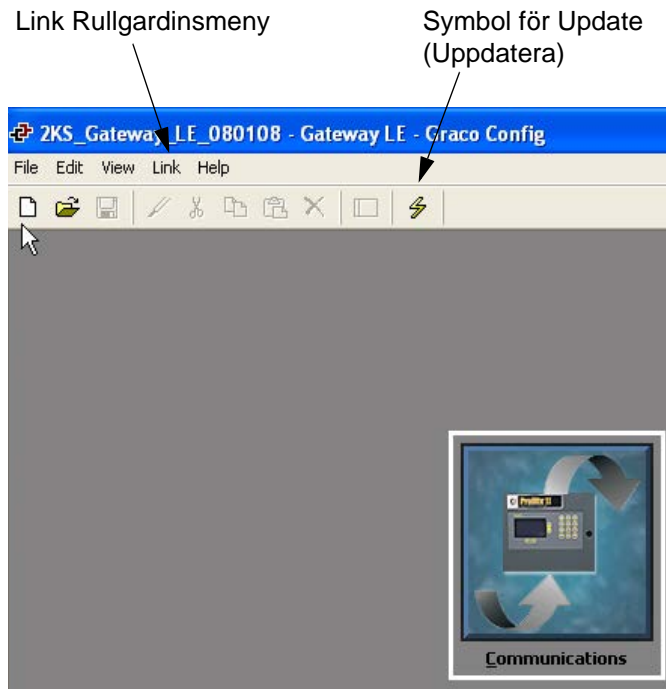

FIG. 16: GracoConfig huvudsida
3. Gå till File>Open och välj filen med xx.gg2-extension. Filnamnet ska visas överst i fönstret (FIG. 16) när den är öppnad.
4. Ladda ner databasen med kommandot Link>Update. Som en genväg, använd Update  -symbolen i verktygsfältet. Se FIG. 16.